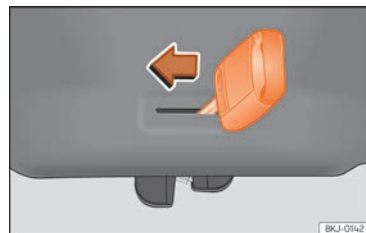

Fig. 56 Detalle del maletero: desbloqueo de emergencia.
- Introduzca el espadín de la llave en la ranura y desplace la llave en el sentido de la flecha hasta que la cerradura se desbloquee »» fig. 56.